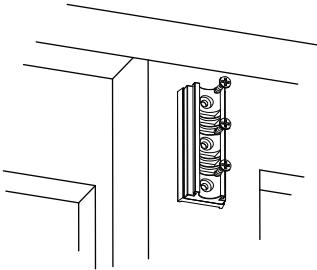

Fig 1.
2. Place the base on the spacer and line up the screw holes. Using the three #6 flat head wood screws attach the base to the window or sill so that the end of the base is close to the edge of the sill or window. (Fig 1)
2. Mettez le support sur l'entretoise et alignez-les aux trous des vis. Avec les trois vis à bois à tête fraisée n°6, fixez le support dans la fenêtre ou le seuil de la fenêtre de manière à ce que l'extrémité du support soit près du seuil de la fenêtre ou de la fenêtre. (Fig. 1)
2. Coloque la base sobre el separador y alinee los orificios para los tornillos. Utilizando los tres tornillos para madera de cabeza plana N.º 6, fije la base a la ventana o al umbral de manera que el extremo de la base quede cerca del borde del umbral o la ventana. (Fig. 1)